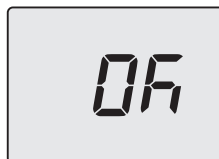

Figura 5.84
- Premendo il tasto 13 (Figura 5.79) si ottiene la conferma del valore inserito. Il display visualizzerà per 5 sec. quanto segue (Figura 5.84) poi, si porterà al livello superiore.